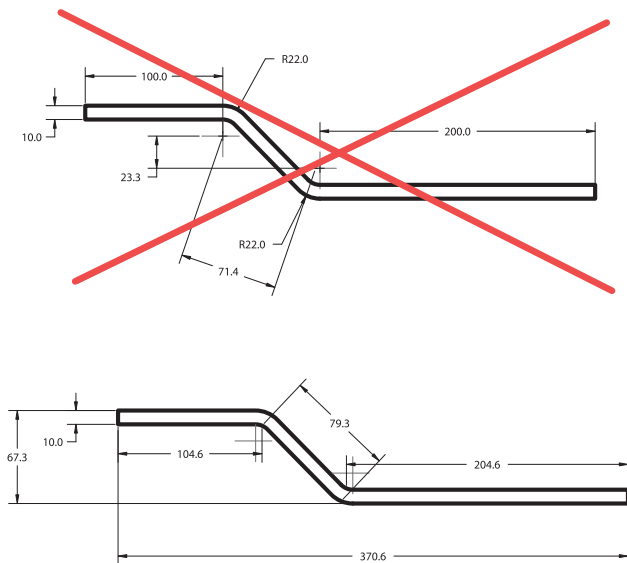

Fig. 3.1
- Let er bij het inschrijven van de voor de productie benodigde maat op, dat deze direct toepasbaar is. (Fig. 3.1)